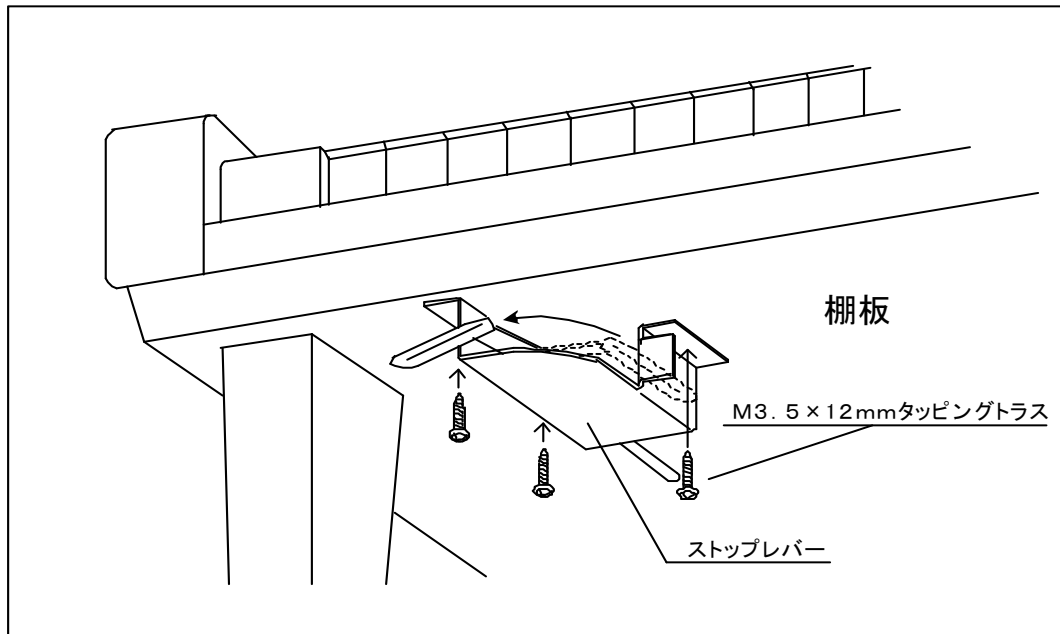

図3. 3-2 ストップレバー取り付け位置
(3) 図 3. 3 - 3 の手順でワイヤーを金具へ掛ける。
- ① インナー端子をホルダーへ掛ける。
- ② アウター留めを引っ張りながら、ばね金具の溝にワイヤーを通す。
- ③ アウター留めをばね金具の下側からはめ込む。